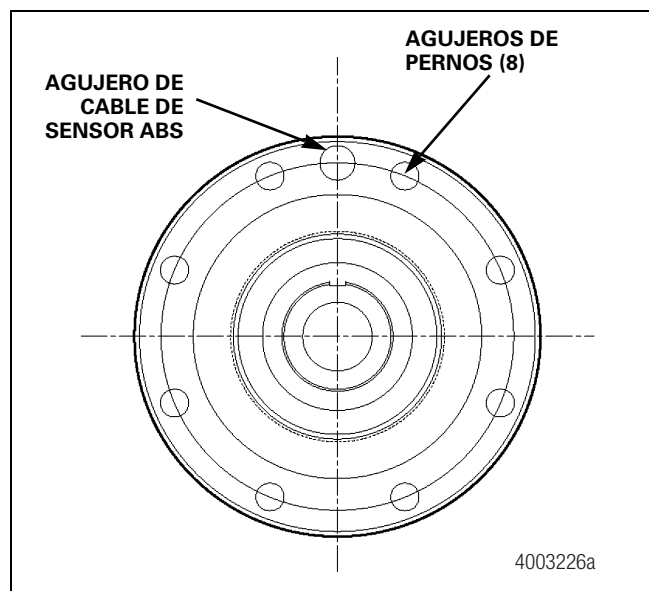

Figura 6.24
- **En bridas de nueve agujeros:** Fije el freno mediante la instalación de tornillos del diámetro correcto, 5/8 de pulgada (15.875 mm) a través de los ocho agujeros de 0.656 pulgada (17 mm). Apriete los tornillos a 180-230 lb-pie (244-312 N•m). Figura 6.24.